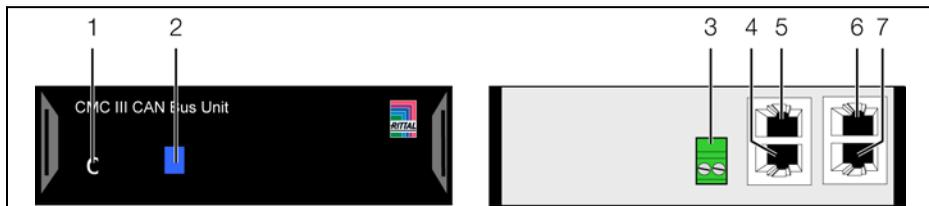

Рис. 3: Панель управления, штекеры и разъемы
Элементы управления и индикации показаны на рис. 3.
Обозначения на рис. 3
- Следующие блоки CMC-TC могут быть подключены к соответствующим портам (рис. 3, поз. 4, 5).
- Соедините блок CAN-Bus кабелем CAN-Bus с CMC III PU или соседними элементами в шине CAN-Bus (рис. 3, поз. 6, 7).